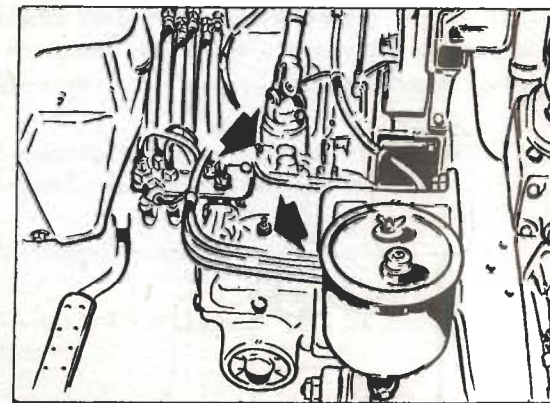

Fig.11.3 Tornillos de purga.
- Abrir los dos tornillos de purga, (fig.11.3),